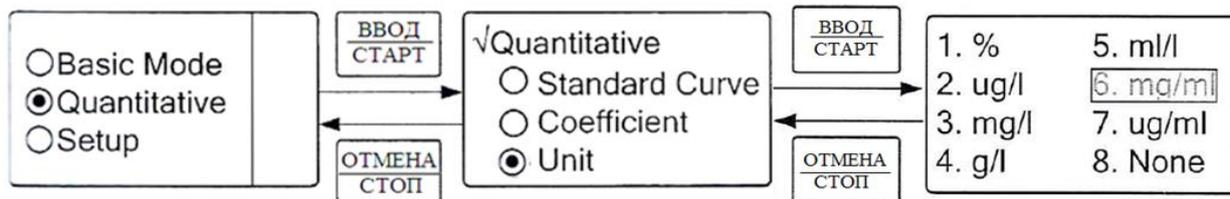

Рисунок 21. Меню выбора режимов единиц измерения концентраций
2.4.4.2. Находясь в главном меню п. 2.3., выберите Количественный метод (Quantitative), для этого с помощью кнопок “▲” и “▼”, установите курсор напротив строки выбора единиц измерения концентраций (Unit) и нажмите кнопку “ВВОД/СТАРТ” (см. рис. 21).
2.4.4.3. На дисплее спектрофотометра отобразится меню выбора единиц измерения концентраций. С помощью кнопок “▲” и “▼” выберите нужную единицу измерения. Для подтверждения выбора нажмите кнопку “ВВОД/СТАРТ” (см. рис. 21).